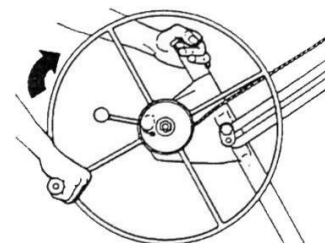

Figure 11
1. Girare la ruota del verricello nella direzione mostrata nella Fig. 11 finché la piastra non raggiunge l'altezza desiderata. Mentre sollevando la piastra è possibile afferrare l'asta del verricello per operazione di sollevamento più semplice.